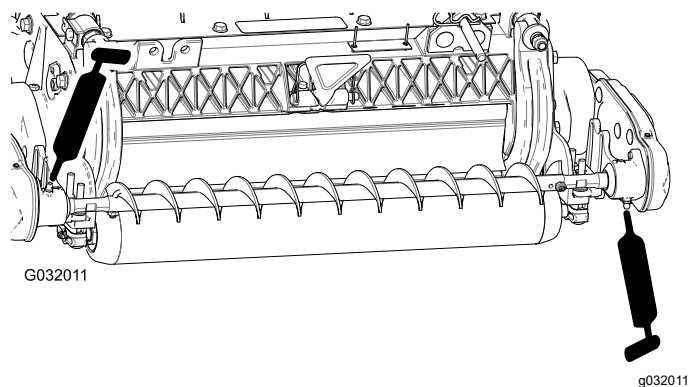

Figura 18
3. Lubrifique os bocais de lubrificação em cada caixa do rolamento da escova do rolo com massa n.º 2 para utilizações gerais, à base de lítio (Figura 18). Remova qualquer excesso de lubrificante, especialmente em redor dos vedantes de eliminação de sedimentos.